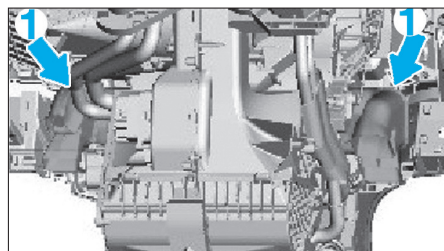

Fig. 15
- Déposer les canalisations d'air (1) (Fig.15).